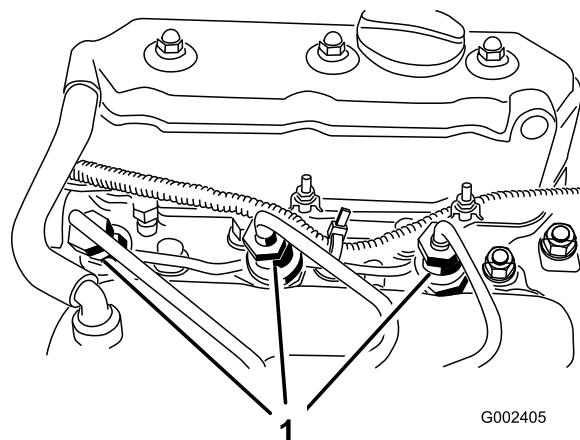

Bild 51
2. Lockern Sie den Leitungsanschluss an der ersten Injektor-/Halterungsgruppe (Bild 51).